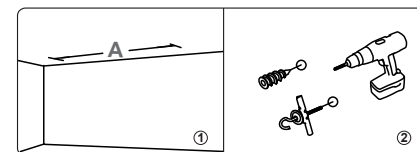

Figure 12
1. Percez deux trous pour les crochets de plafond utilisés et installez-les dans le plafond avec des chevilles et le crochet (Fig. 12).